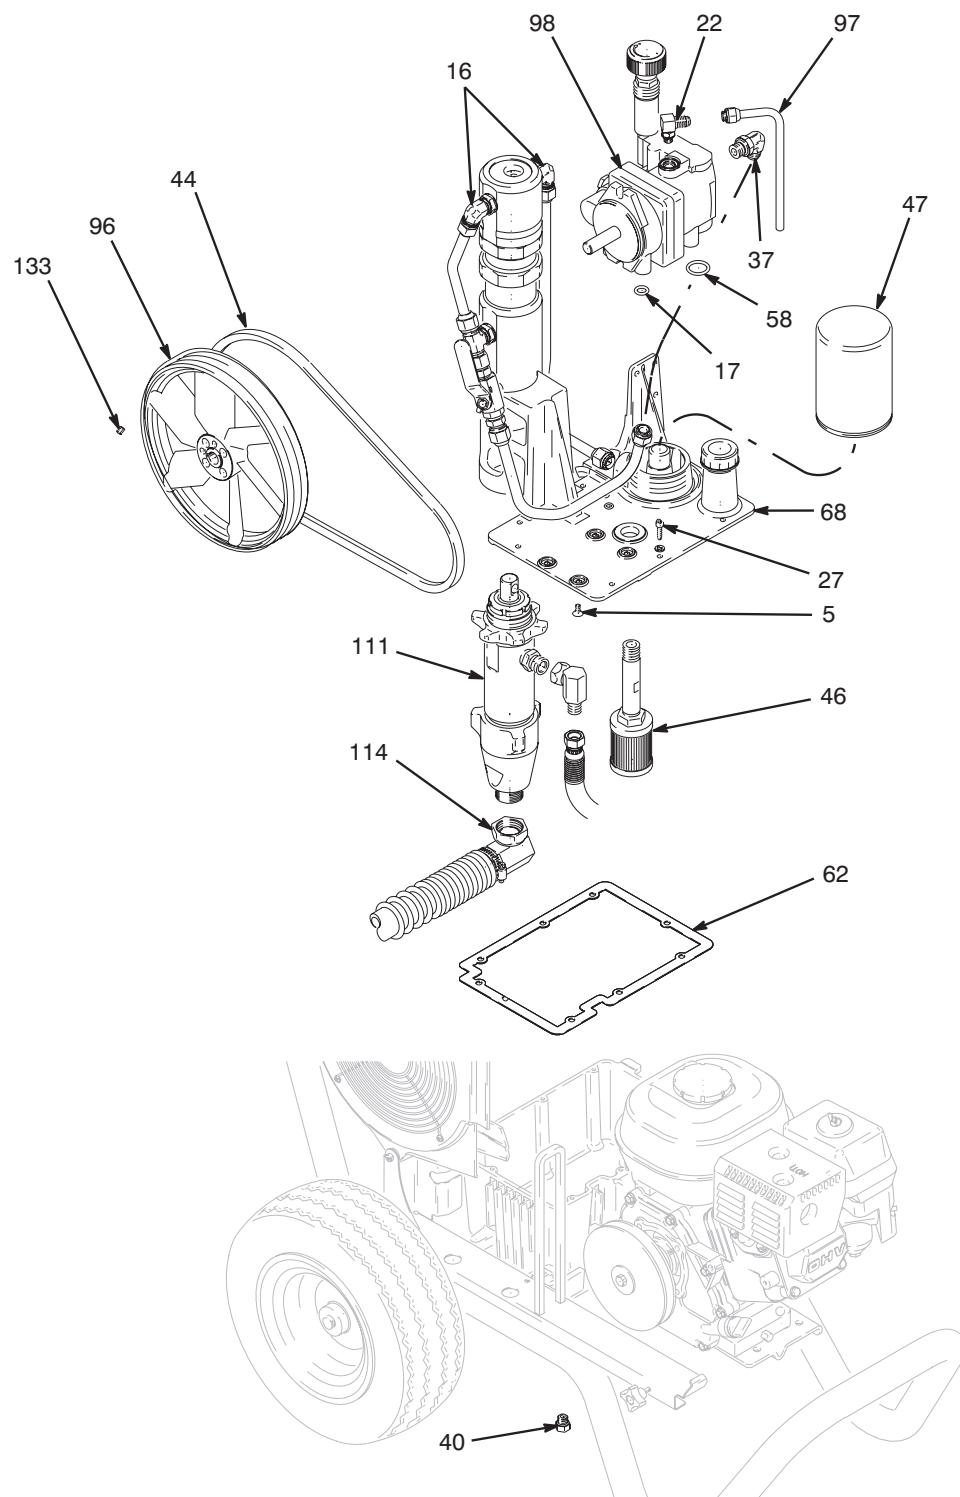

FIG. 2
2. Retire el tapón de drenaje (40) y el filtro de aceite (47) y espere hasta que se drene el aceite hidráulico.
3. Fig. 2. Desconecte el tubo de aspiración (114).
4. Desconecte la bomba de pintura (111), página 15.
5. Retire el tornillo (172), la tuerca (173) y la protección de la correa (117).
6. Levante el motor y retire la correa (44).
7. Retire los dos tornillos de fijación (133) y la correa del ventilador (96).
8. Retire el tubo de drenaje del cárter (97).
9. Retire el codo (22).
10. Retire el tubo (94) del codo (37). Retire el codo (37) de la bomba hidráulica (98).
11. Retire los ocho tornillos (27), la tapa del depósito (68), el conjunto del filtro (46) y la junta (62).
12. Retire los cuatro tornillos (5) y la bomba hidráulica (98) del depósito (68).
1. Instale la bomba hidráulica (98) en el depósito (68) con cuatro tornillos (5); apriete a un par de 100 in-lb (11 N·m).
2. Instale la junta (62) y la tapa del depósito (68) con ocho tornillos (27); apriete a un par de 90 in-lb (10 N·m).
3. Instale el codo (37) en la bomba hidráulica (98). Instale el codo (37) en el tubo (94). Apriete a un par de 15 ft-lb (20,3 N·m).
4. Instale el codo (22); apriete a un par de 15 ft-lb (20,3 N·m).
5. Instale el tubo de drenaje en la carcasa (97); apriete a un par de 25 ft-lb (33,9 N·m).
6. Instale la polea del ventilador (96) con dos tornillos de fijación (133).
7. Levante el motor e instale la correa (44).
8. Instale la protección de la corra (117) con el tornillo (172) y la tuerca (173).
9. Conecte la bomba de pintura (111), página 15.
10. Fig. 2. Conecte el tubo de aspiración (114).
11. Instale el tapón de drenaje (40); apriete a un par de 110 in-lb (12,4 N·m). Instale el filtro de aceite (47); apriete 3/4 de vuelta después de que la junta toque la base. Llene la bomba hidráulica con aceite hidráulico Graco, página 6, a través del orificio del codo (22). Llene el depósito con el aceite hidráulico restante.